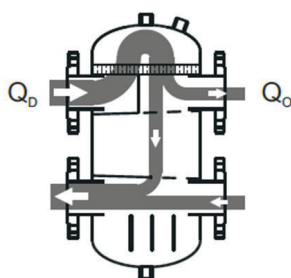

Fig 2
- Fig 2 – På grund av minskat värmebehov minskar flödet på sekundärsidan. Detta leder till ökad temperatur på primärsidan, vilket gör att värmekällan får signal om att minska effekten.